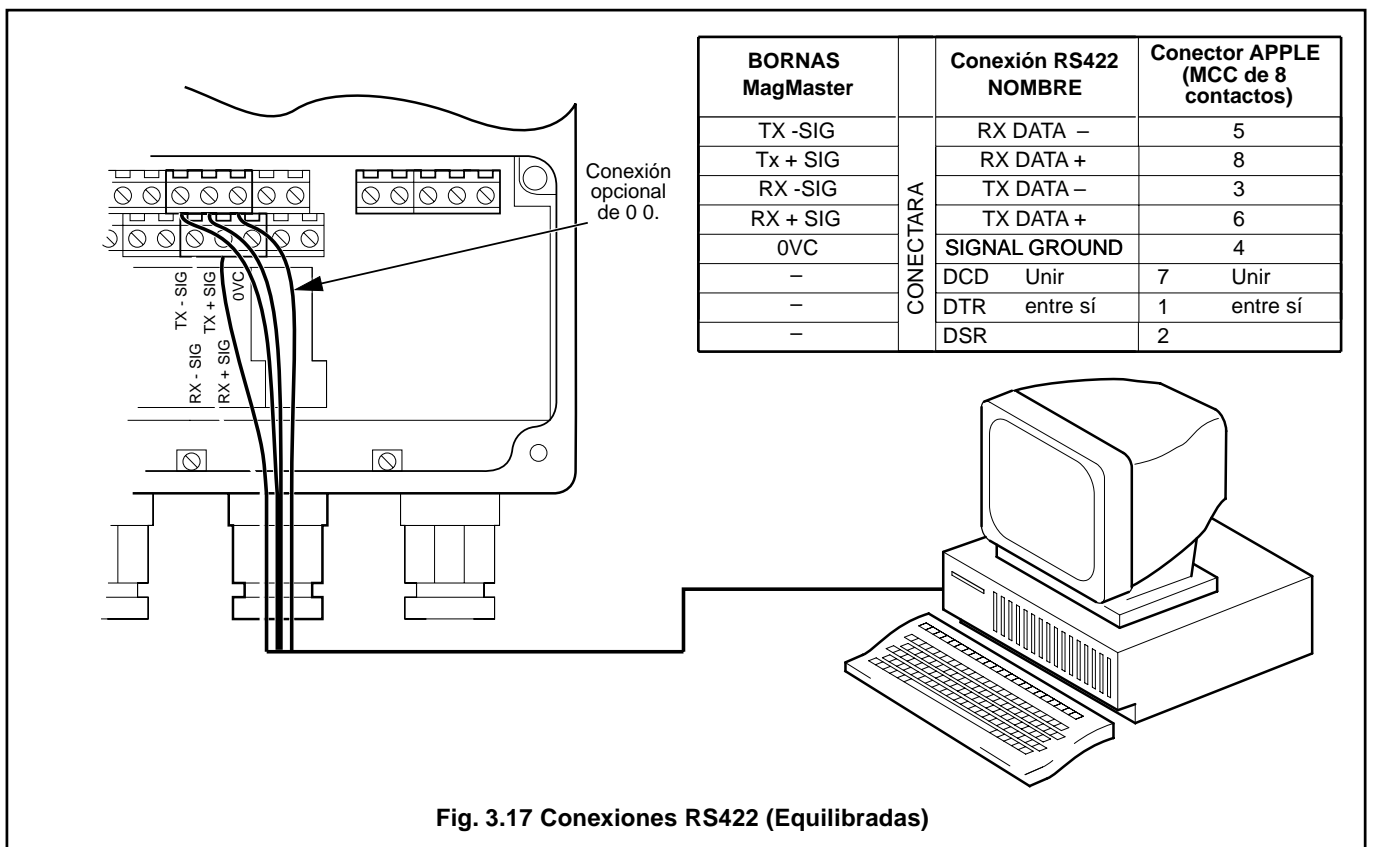

Fig. 3.17 Conexiones RS422 (Equilibradas)
3.7.6 Conexión a ordenador – Figs. 3.17 y 3.18